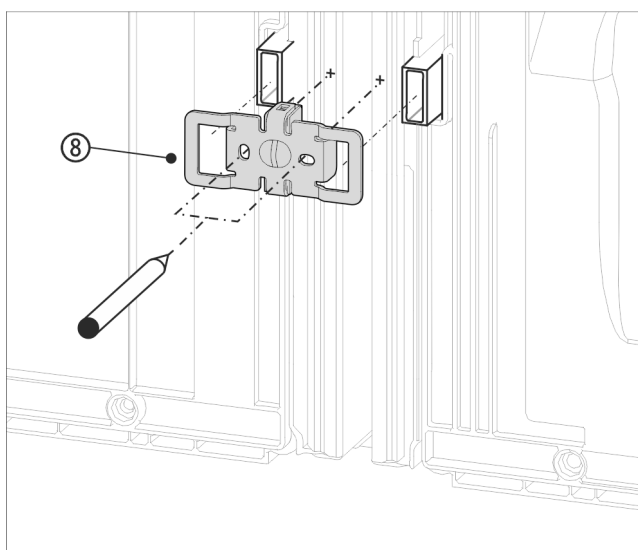

Fig. 17 Примерное отображение
- ▶ Надвиньте угол Fig. 17 (8) выемками над креплением для пристенных распорок.